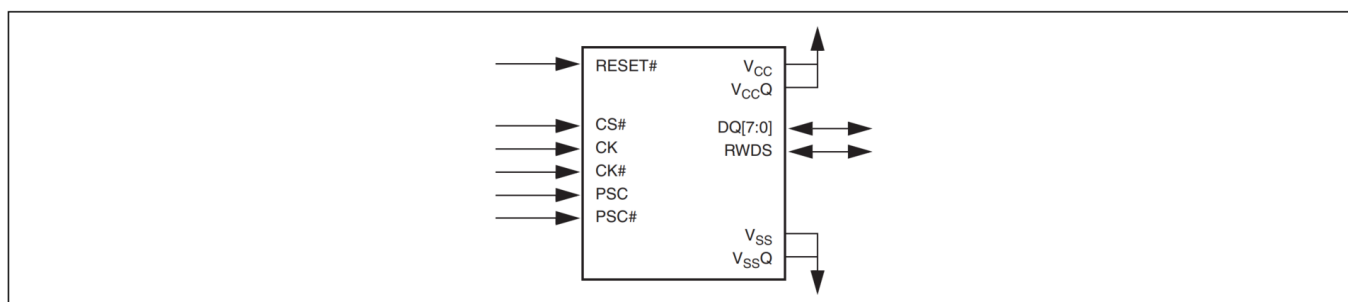

图 42 带有 DCARS 信号图的 xSPI 产品
65. 该图显示了图 42 的数据传输部分的近视图，以便更清楚地显示数据有效期受时钟抖动和时钟输出延迟不确定性的影响。